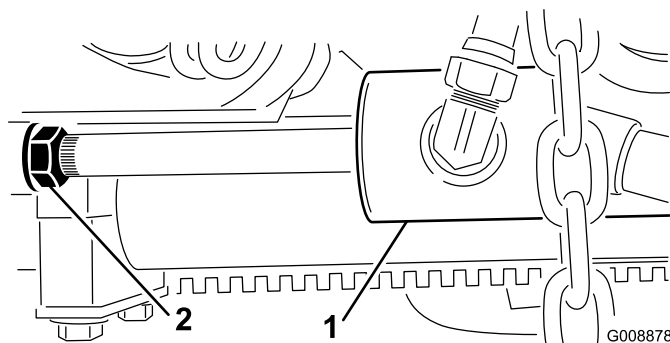

Figura 24
- B. Allentate il controdado sul cilindro (Figura 24).